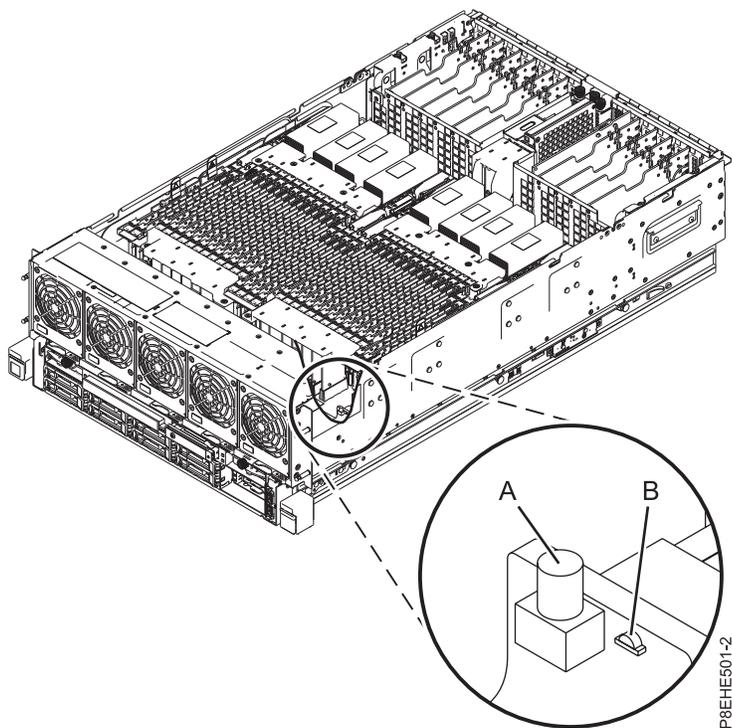

図 3. 識別 LED の活動化
2. 図 3 に示すようにプッシュボタン (A) を押して、識別 LED を活動化します。LED (B) が点灯していることを確認します。このことは、識別 LED に十分な電力が通電していることを表します。LED (B) が点灯していない場合は、サービス・ラベルを使用することにより、ロケーション・コードを使用して物理ロケーションを見つけます。